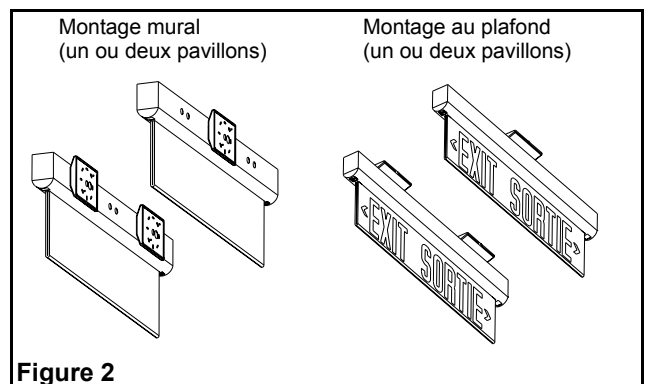

Figure 2
3. L'enseigne peut être montée au mur ou au plafond. Il y a deux ensembles de pavillon fournis avec l'unité. Fixer un seul pour usage normal, ou deux (à 19" l'un de l'autre) pour plus de stabilité (voir fig. 2).
4. Sur la plaque de fixation, défoncer les débouchures appropriées afin de fixer la plaque sur la boîte de jonction - vérifier l'orientation qu'aura le boîtier du luminaire (voir fig. 2).